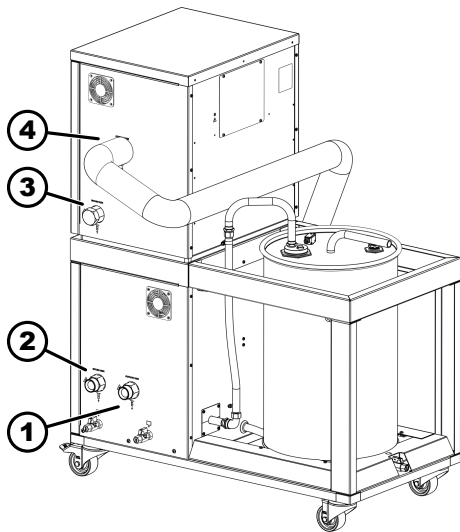

Abb. 10: Zusammenbau Applikationsseite
3. Mit einer Überwurfmutter und eingelegtem Verschlussstopfen verschrauben Sie den Stutzen RETURN USER (3, Abb. 10) dicht.
4. Montieren Sie zuerst das lange Rohr. Das lange Rohr schrauben Sie an den Stutzen OUTFLOW USER (4, Abb. 10) des Durchflussreglers an. Das Rohr führt abwärts auf die andere Geräteseite herum.
8. Richten Sie die Geräte zwischen der Applikation und dem Temperiergerät entsprechend aus. Die Stutzen des Durchflussreglers und die Stutzen der Befüll- und Entleereinheit mit der Beschriftung RETURN USER und OUTFLOW USER zeigen in Richtung der Applikation (Abb. 10).
9. Schließen Sie zwei Schläuche von der Befüll- und Entleereinheit zu Ihrer Applikation an. Die beiden Stutzen sind gekennzeichnet mit der Aufschrift OUTFLOW USER und RETURN USER (1 und 2, Abb. 10).
11. Die andere Seite schrauben Sie auf das T-Stück am Befüll- und Entleereinheit (5, Abb. 10).